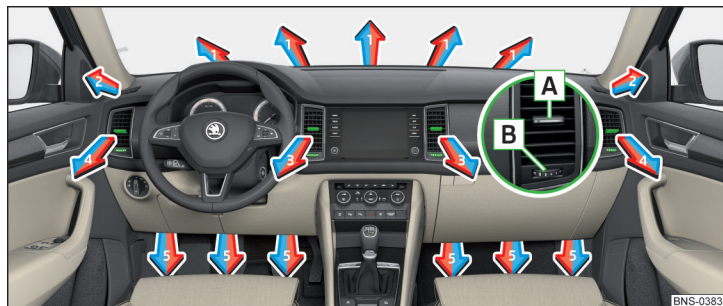
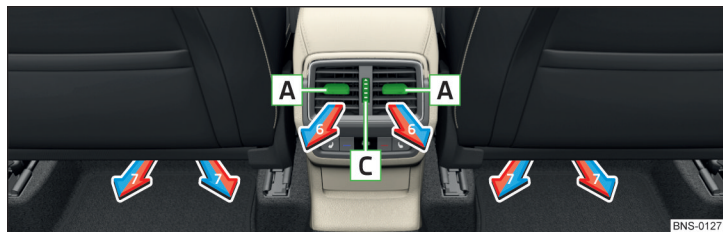

Fig. 167 Diffuseurs d'air avant
Fig. 168 Diffuseurs d'air arrière
Les diffuseurs d'air 3, 4 » fig. 167 et 6 » fig. 168 offrent la possibilité de modifier la direction du débit de l'air et peuvent s'ouvrir et se fermer séparément.
Le réglage des flux d'air s'effectue en poussant les éléments de réglage A » fig. 167 ou » fig. 168 dans les directions souhaitées.
- » Faites tourner le sélecteur B » fig. 167 vers la droite.
- » Faites tourner le sélecteur C » fig. 168 vers le haut.
- » Faites tourner le sélecteur B » fig. 167 vers la gauche.
- » Faites tourner le sélecteur C » fig. 168 vers le bas.
Réglage de la direction du débit d'air	Diffuseurs d'air » fig. 167 et » fig. 168